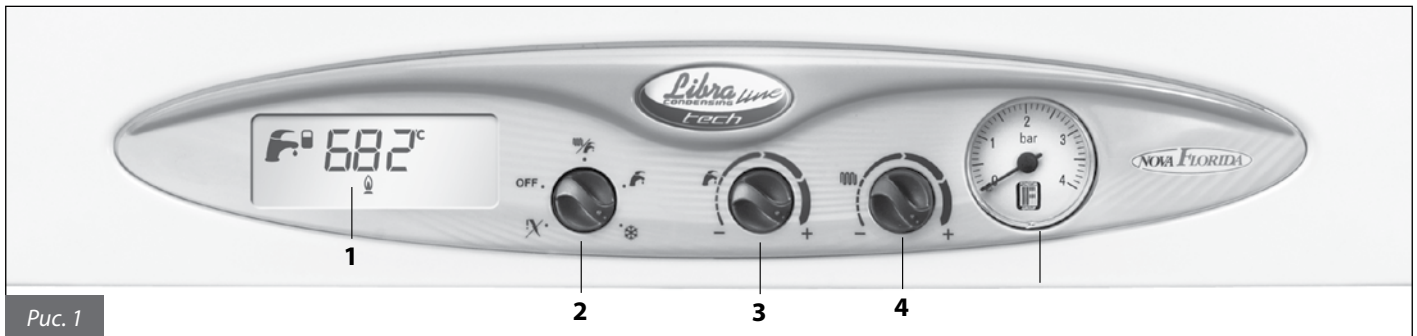

Рис. 1
Мигает в процессе регуляции температуры ГВС с помощью регулятора **3** (рис. 1).
Появляется, когда бойлер активируется с помощью регулятора **3** (рис.1).
Мигает в процессе регуляции температуры контура отопления с помощью регулятора **4** (рис. 1).
Появляется, когда имеют место неполадки в котле, бесперебойную работу которого невозможно восстановить с помощью регулятора **2** (рис. 1).
Для возобновления работы котла необходимо установить регулятор котла **2** (рис. 1) в позицию РАЗБЛОКИРОВКА  на несколько секунд с последующим возвратом его в позицию желаемого режима.
- выбрать режим работы котла с помощью регулятора **2** (рис. 1): OFF/ЛЕТО/ЗИМА/АНТИЗАМЕРЗАНИЕ;
- установить желаемую температуру для контура отопления, вращая ручку регулятора температуры контура отопления **4** (рис. 1);
- установить желаемую температуру ГВС, вращая ручку регулятора температуры контура ГВС **3** (рис. 1);
**Если же, несмотря на это, котел один или два раза блокируется, необходимо разблокировать котел, установив регулятор **2** (рис. 1) в позицию разблокировки  на несколько секунд с последующим переводом его на позицию желаемого режима.**
Желаемое значение температуры воды в контуре отопления можно выбрать с помощью регулятора **4** (рис. 1).